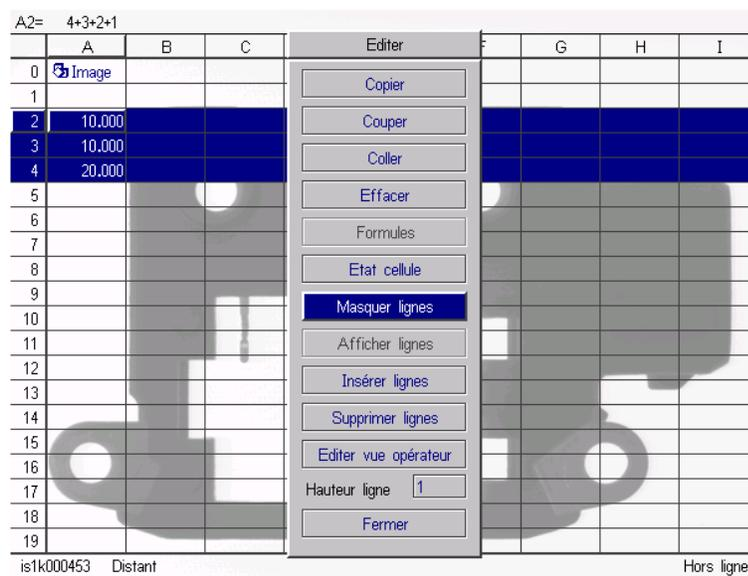

Figure 5-2. Masquage de lignes
- Sélectionnez **Masquer lignes** ou **Masquer colonnes** dans le menu **Editer** (voir Figure 5-2. Masquage de lignes).